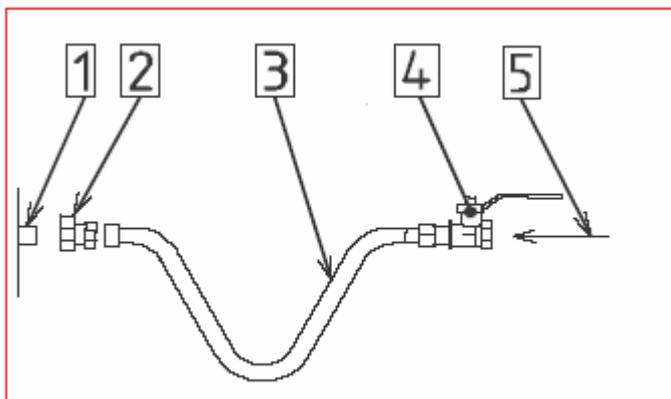

Рис. 21
5) ПОДСОЕДИНЕНИЕ ГАЗА (см. рис. 21)
Диаметр отверстия подачи газа к горелке составляет 3/4" (цифра 1 на рис. 21).